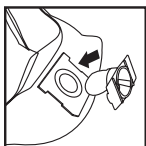

FIGURE 23
30. Placez le déflecteur d'admission avec l'ouverture faisant face à la gauche ou à la droite du sac avec filtre. Faites glisser le collier du sac filtre sur les encoches du déflecteur d'admission, en faisant correspondre les encoches du collier du sac avec le déflecteur d'admission. Le sac ne s'adaptera correctement que dans un sens. **FIGURE 23.**